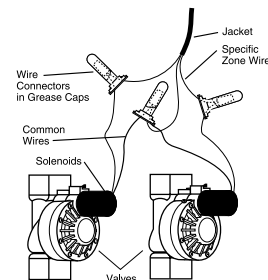

Figure 19: Câblage des vannes
- Mettre le transformateur sous tension. [Voir Figure 19].